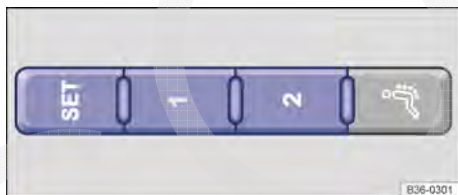

Fig. 86 Parte externa do banco do condutor: botões de memória.
- Pressionar o botão **SET** por mais de um segundo → Fig. 86.
- Pressionar o botão da memória preferido → Fig. 86 e manter pressionado até o final do processo de ativação.
- Pressionar o botão  → Fig. 86 e manter pressionado até o final do processo de desativação.